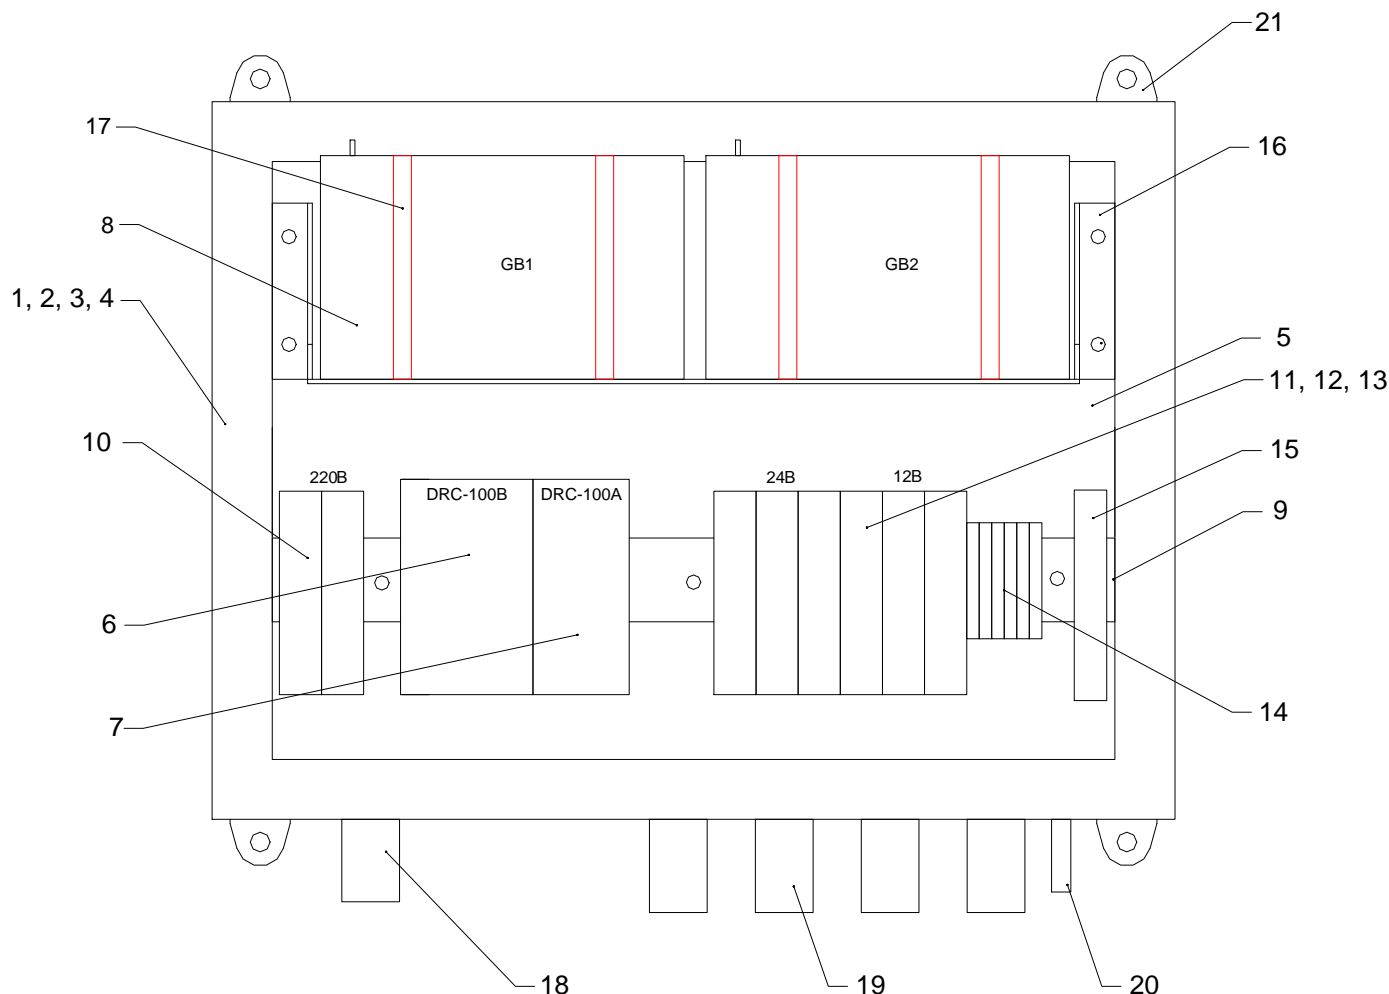

Рисунок 3.1 – Блок питания «БП-220/24А/12А»
3.1 Блок питания «БП-220/24А/12А» (рис. 3.1) конструктивно представляет собой навесной стальной сварной корпус **1** прямоугольной формы с дверью **2**. Дверь оснащена замком **3** и уплотнителем **4**.
5.5 Для подключения блока питания «БП» к сети переменного напряжения и потребителей к блоку питания «БП» (рис. 3.1), необходимо: